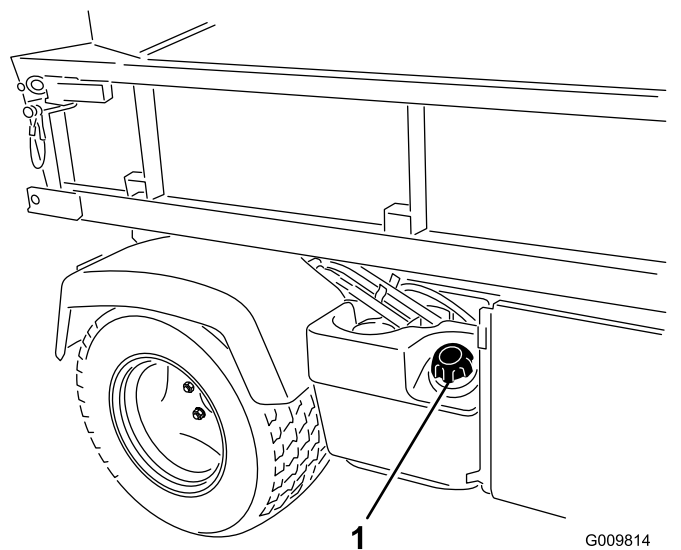

Рисунок 18
2. Снимите крышку топливного бака (Рисунок 18).